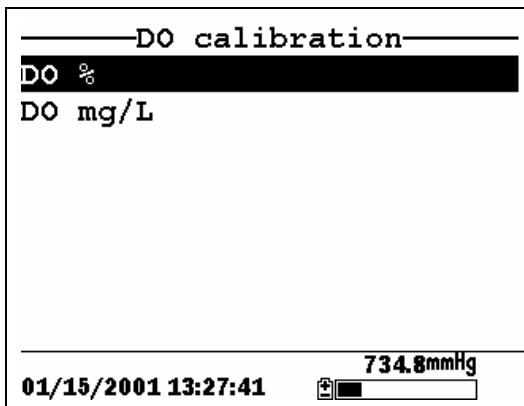

图 6.7 溶氧标定窗口
10. 按 **Enter** 键.返回溶氧标定窗口，参见图 6.7。
10. 按 **Enter** 回到溶氧标定窗口，参见图 6.7。